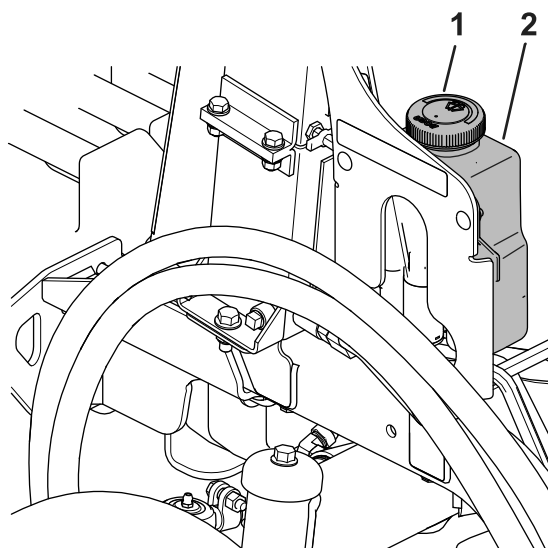

Figura 90
1. Îndepărtai capacul (Figura 90) de la rezervor.